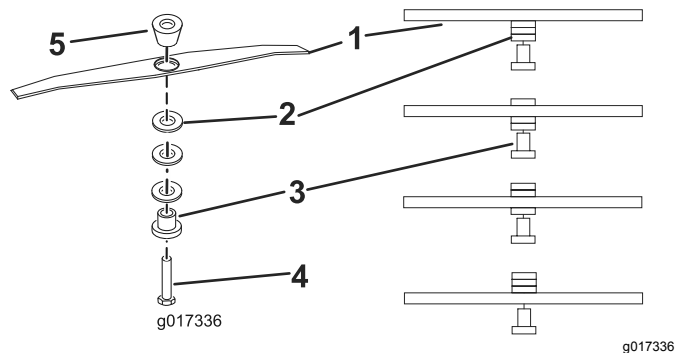

图12
5. 将垫片重新调节至所需的高度重新安装刀片卡环和垫片 图12 并将螺栓拧紧至 25N·m。